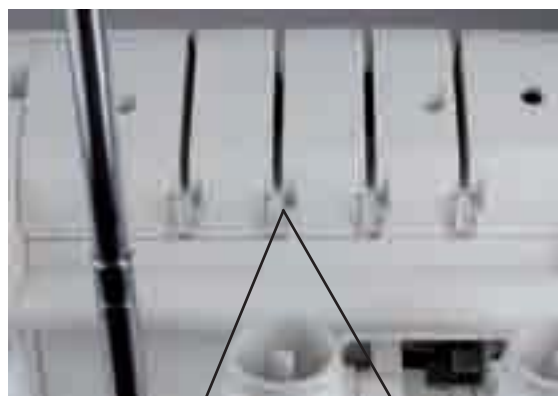

Fig.16
3. Enfie a linha na guia, puxando a linha para baixo até que esta deslize por baixo da guia (2) (fig. 16).